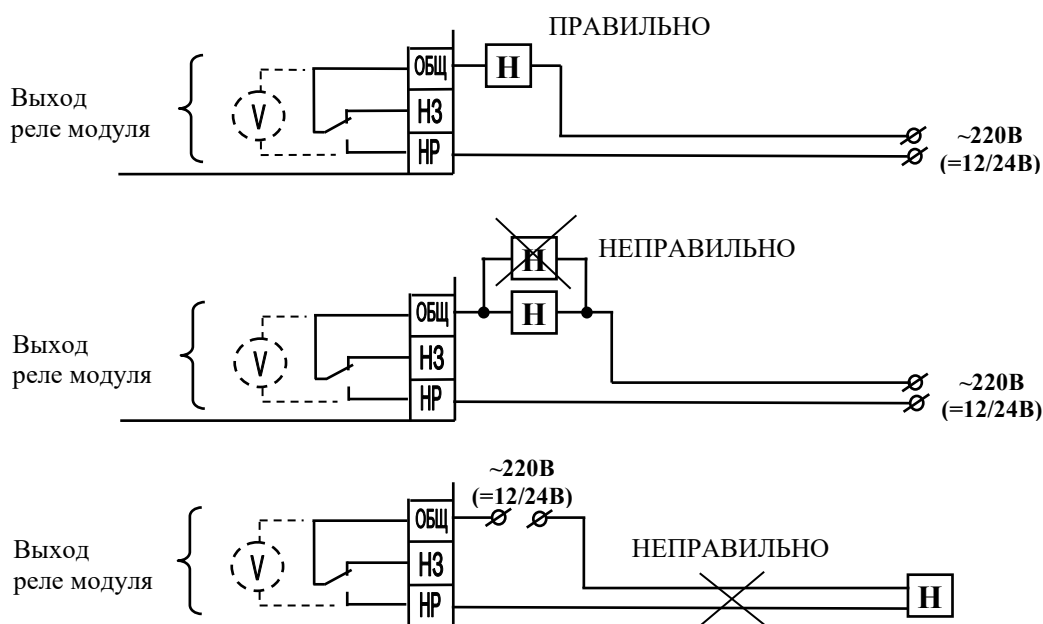

Рис.4. Особенности схемы подключения нагрузки к LEKOR-U ver.4
2.1.3. На рис. 4 показаны наиболее часто встречающиеся ошибки подключения нагрузки к контактам модуля. На рисунке представлен также принцип контроля цепи управления, который условно может быть представлен как вольтметр, измеряющий напряжение между клеммами ОБЩ и НР.
Как демонстрирует рис.4, модуль обеспечивает контроль исправности цепи только одной подключенной нагрузки – обрыв цепи второй нагрузки обнаружен не будет.
При этом для эффективного контроля исправности нагрузки и цепи управления рекомендуется устанавливать модуль вблизи нагрузки. При работе с удаленной нагрузкой, как показано на рис.4, короткое замыкание в проводах, питающих нагрузку, обнаружено не будет.